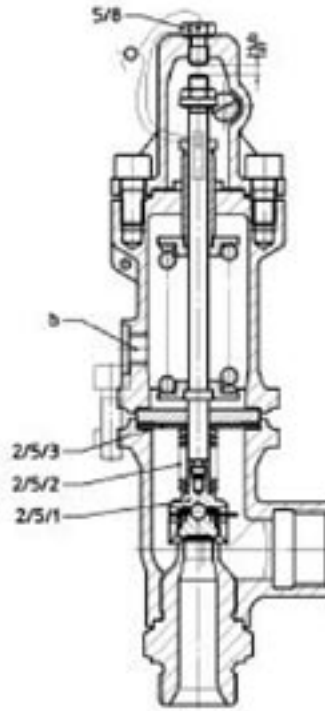

Figure 2
- 3.4 Le chapeau (2/15/1) des soupapes de sûreté de type SiC 14 possède un trou taraudé "b" (voir figure 2 et 3) permettant la mise à l'atmosphère de la chambre du chapeau (2/15/1). Dans le cas de fluides toxiques ou très inflammables, il est possible de visser un tube auquel on raccordera un dispositif de contrôle (par ex. : un robinet d'arrêt avec manomètre), afin de détecter une fuite du soufflet (2/5).
- 3.4 Safety valves of the type SiC 14 have a threaded boring "b" (s. figure 2 and 3) in the bonnet (2/15/1). Via this threaded boring the bonnet chamber (2/15/1) is aerated i. e. connected to atmospheric pressure. In case of toxic, easily inflammable media a pipe may be screwed to discharge a leakage. To this pipe a testing possibility (f. i. isolating valve and manometer) can be mounted in order to detect leakage of the bellows (2/5).